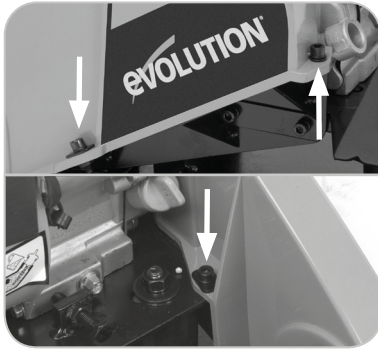

Abb. 18
- Entfernen Sie den Riemenschutz, indem Sie die drei (3) Innensechskantschrauben (**Abb. 18**) mit einem Inbusschlüssel und einem Schraubenschlüssel (nicht im Lieferumfang enthalten) entfernen und für eine spätere Verwendung sicher aufbewahren.